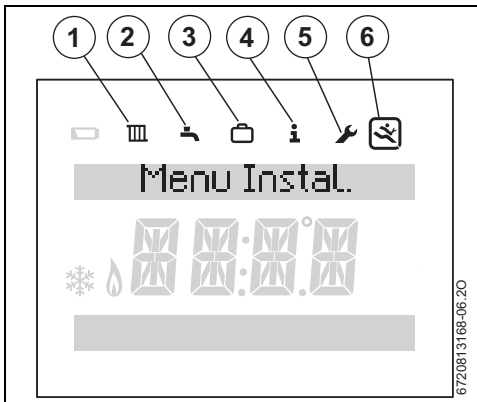

Fig. 14 Menu installateur
- ▶ Appuyer simultanément sur le bouton de retour et sur le bouton de menu pendant plus de 3 secondes. Six icônes s'affichent dans le haut de l'écran (→ fig. 14).